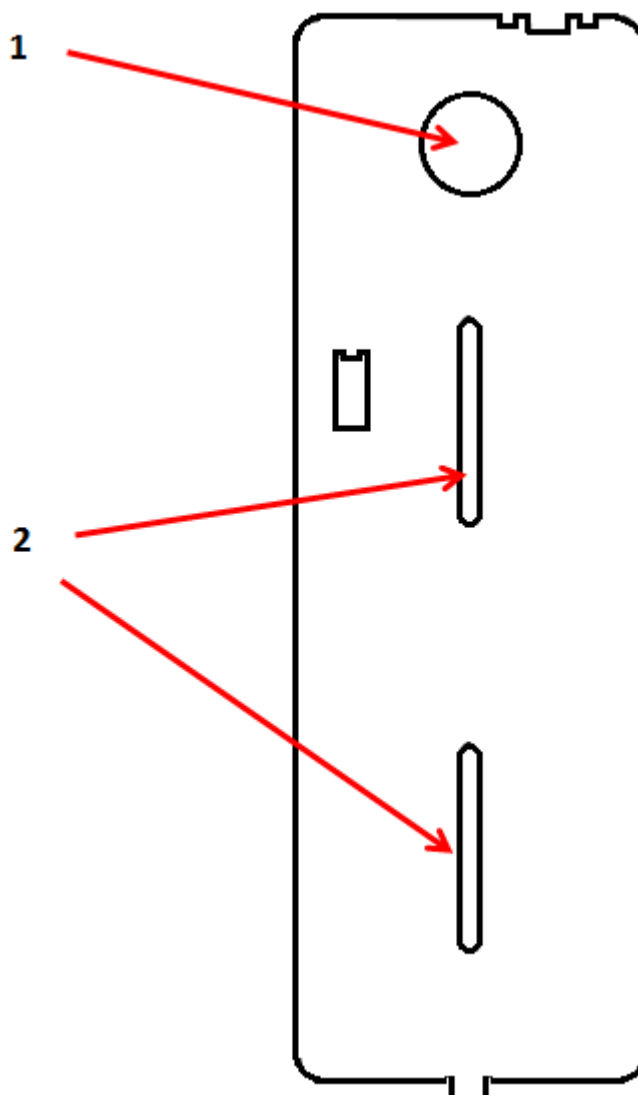

Рисунок 3. Отверстие ввода кабелей (1) и места крепления (2)
4. Разметьте места крепления контроллера, приложив заднюю крышку контроллера к стене (см. рисунок 3)